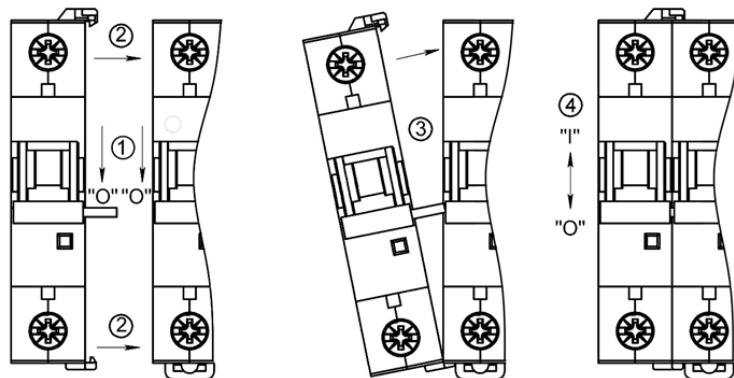

Рисунок 3
2.2 Присоединение РММН к выключателю или АВДТ проводят в следующей последовательности (рисунок 3):